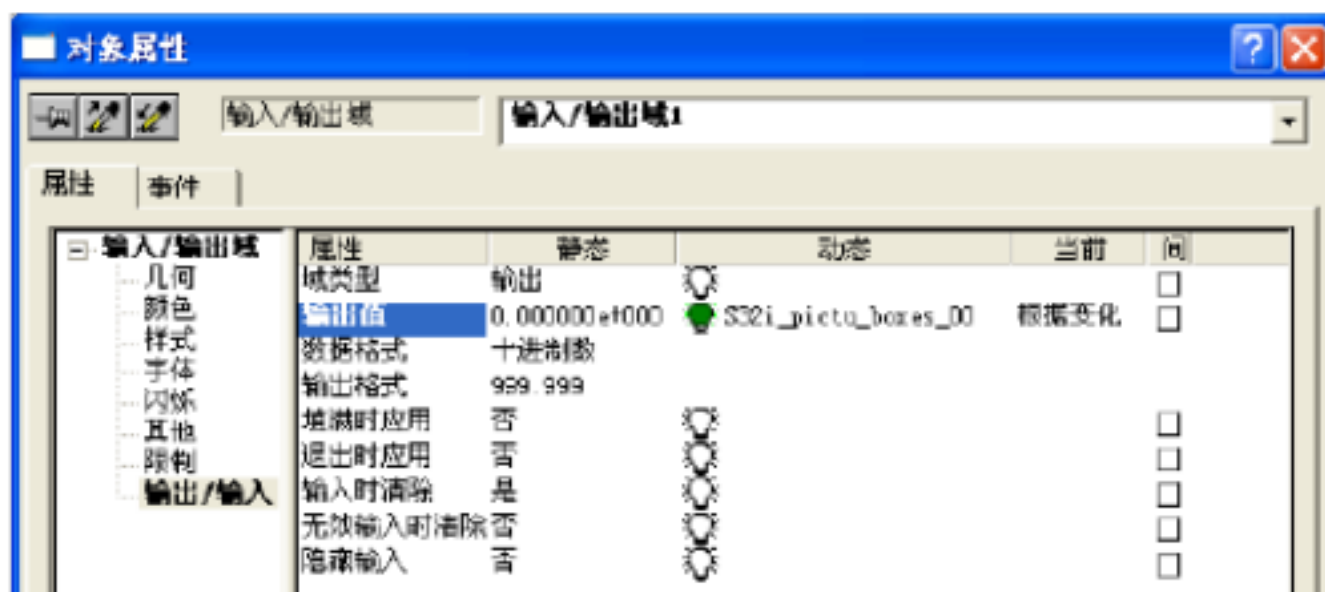

图3-7 I/O 域对象的“对象属性”对话框
6) 打开 I/O 域对象的“对象属性”对话框，如图 3-7 所示。在“属性”“输入/输出域”“输出/输入”“输出值”上创建一个动态“变量”，并连接给变量 S32i_pictu_boxes_00，并选择“根据变化”进行触发。在“对象属性”对话框的“事件”“属性主题”“输出/输入”“输出值”处为 I/O 域对象创建一个 C 动作，如果 S32i_pictu_boxes_00 变量值超出 100，则显示一个信息框，如果超出 150，则显示一个紧急框。在第 2) 步中由动态向导为 I/O 域对象所产生的按下左键和按下右键的 C 动作可复制和粘贴到该 C 动作中。